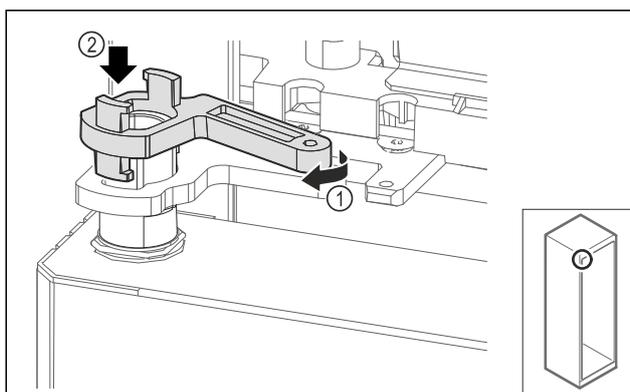

Fig. 70
- Ruotare leggermente il fissaggio del blocco di supporto Fig. 70 (1) e posizionarlo sul maniccotto Fig. 70 (2).